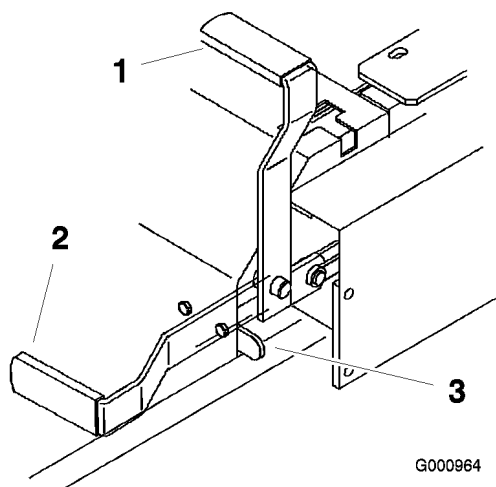

Bild 11
2. Ziehen Sie den Feststellbremshebel nach hinten und oben, um die Feststellbremse zu aktivieren (Bild 11). Der Feststellbremshebel muss fest in der aktivierten Stellung bleiben.
Drücken Sie den Feststellbremshebel nach vorne und unten, um die Feststellbremse zu lösen (Bild 11). Die Feststellbremse ist gelöst und der Hebel liegt am Bremsanschlag an.